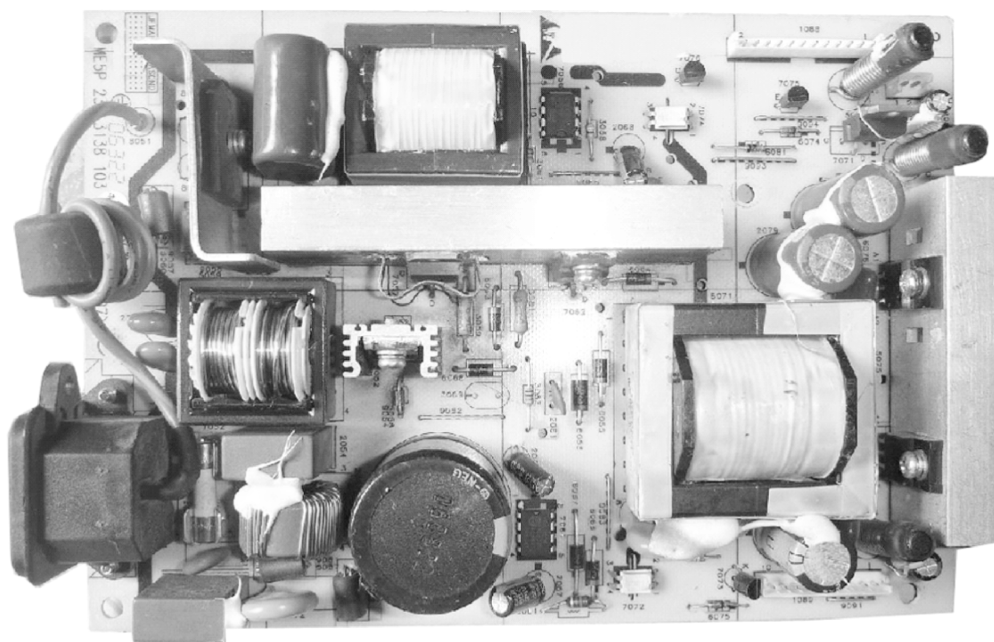
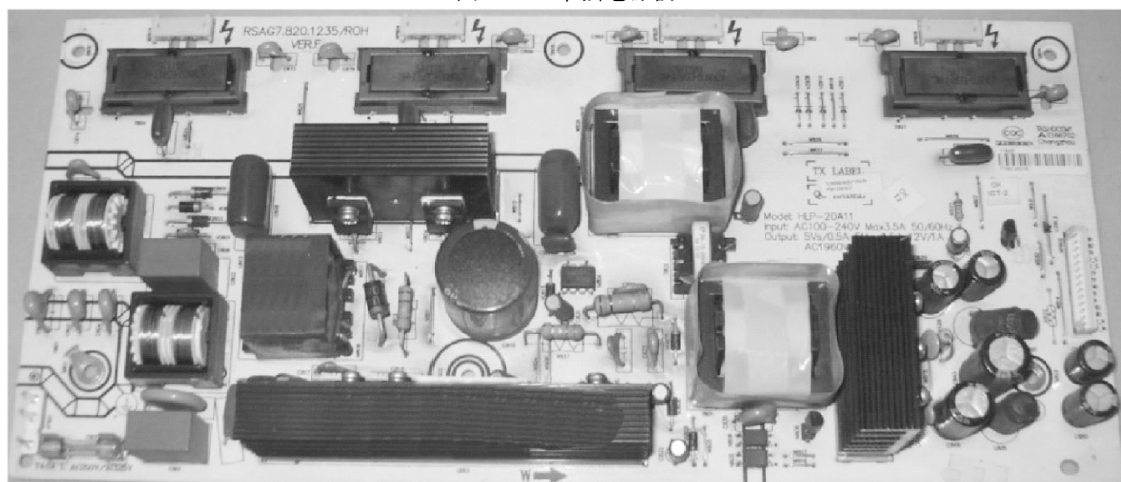

图 4-10 单独电源板
图 4-11 电源、高压一体板
2) 电源板主要作用是为液晶电视提供稳定的直流电压,即电源板将 $90 \sim 240\text{V}$ 的交流电压转变为 12V 、 5V 、 24V 等直流电压供给液晶电视工作。电源板按安装方式主要有外置式(见图 4-9)和内置式两种形式,其中内置式又有单独电源板(见图 4-10)和电源高压二合一板(图 4-11 所示为海信 TLM26E29 型液晶电视电源、高压一体板实物)。